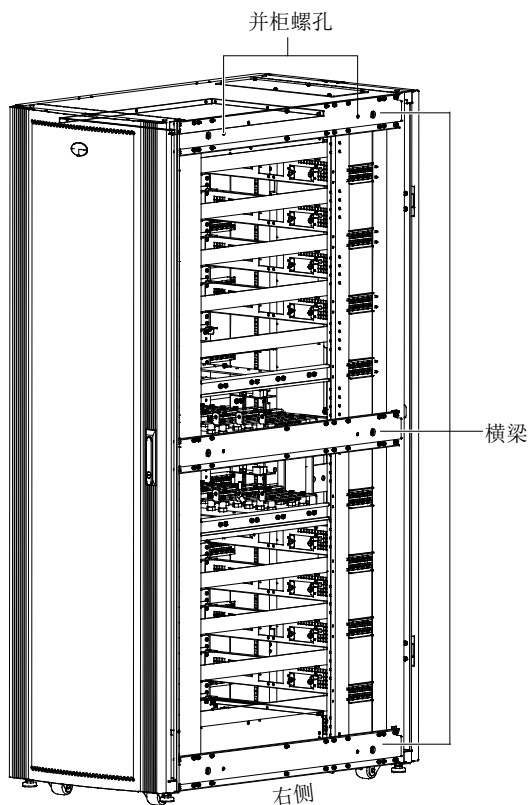

图2-2 主功率柜并柜螺孔
1. 将主功率柜和开关柜并排紧靠放置，主功率柜在左侧，开关柜在右侧，如图 2-2 所示。
3. 打开开关柜前门，拆除开关柜前面的盖板（见图 2-2）。
4. 连接并柜螺钉：在主功率柜右侧三根横梁的相同位置上各有两个并柜螺孔（见图 2-2），在开关柜左侧对应位置也有三根横梁，各横梁相同位置也有两个并柜螺孔，使用发货附件 M8×20 螺钉通过这些螺孔连接两台机柜，紧固力矩 13N·m。